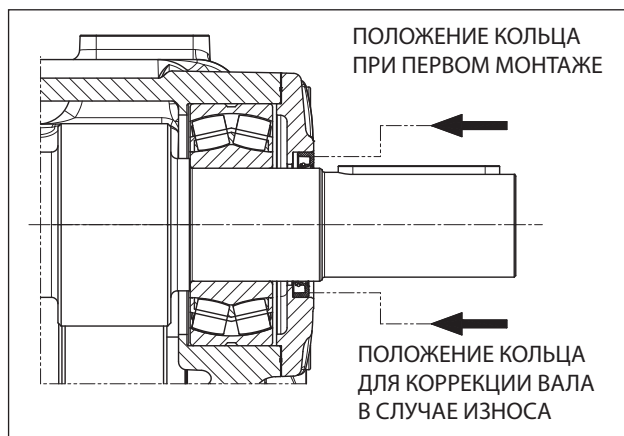
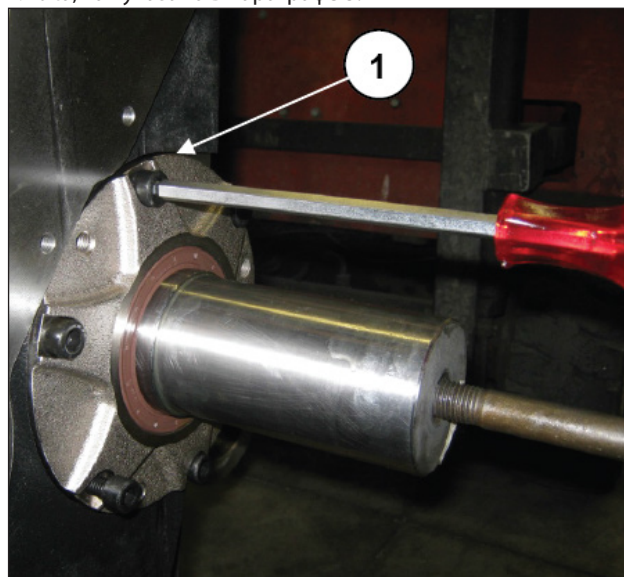

Рис. 118
Рис. 119
Установите уплотнение и крышки подшипника BOM с обеих сторон и затяните крепежные винты M10 (поз. ①, Рис. 118 - Рис. 119).